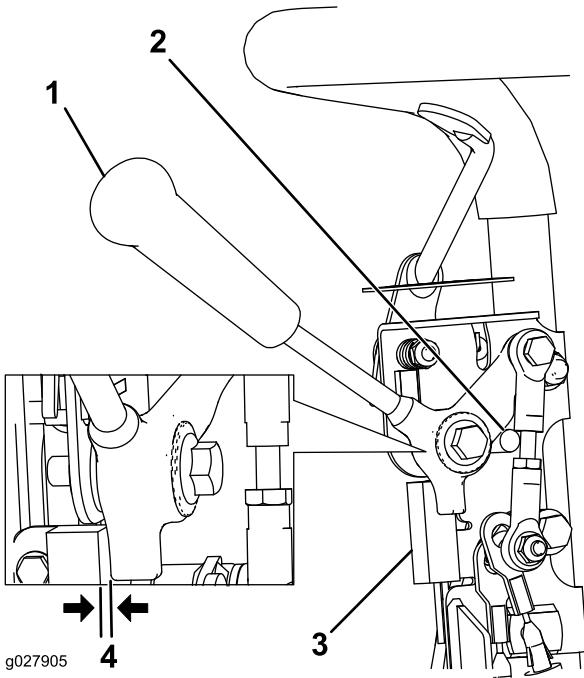

Bild 30
1. Stellen Sie sicher, dass der Motor abgestellt und der Fahrantriebshebel ausgekuppelt ist und den Neutralanschlag berührt (Bild 30).
2. Lösen Sie die Befestigungsschrauben des Sicherheitsschalters (Bild 30).
3. Legen Sie eine 0,8 mm dicke Beilagscheibe zwischen den Fahrantriebshebel und den Sicherheitsschalter (Bild 30).